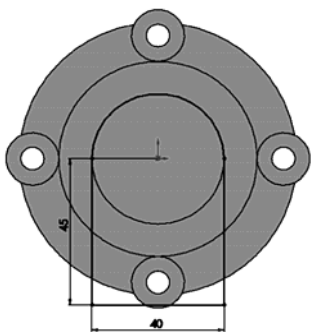

图 7-91 绘制凸台草图 2
2) 绘制凸台草图 2。单击“草图”工具栏中的 (直线) 按钮和 (圆) 按钮, 或选择菜单栏中的“工具”→“草图绘制实体”→“直线”和“圆”命令, 绘制凸台草图 2, 如图 7-91 所示。